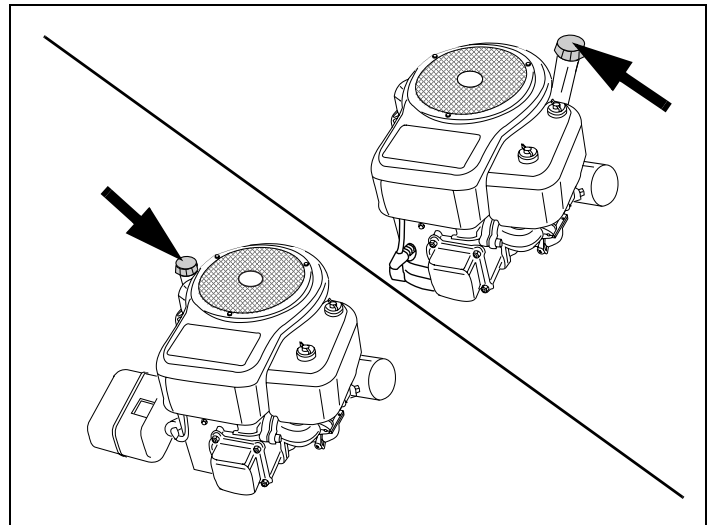

Abbildung 19. Lage der Öleinfüllschraube bzw. des Öleinfülldeckels
8. Empfohlenes Öl einfüllen. Siehe Anweisungen unter „III. Öl- und Kraftstoffspezifikationen“ auf Seite 3. Siehe Anweisungen unter „Tabelle 1. Empfohlene Motorölsorte“ auf Seite 3. Siehe Abbildung 19.